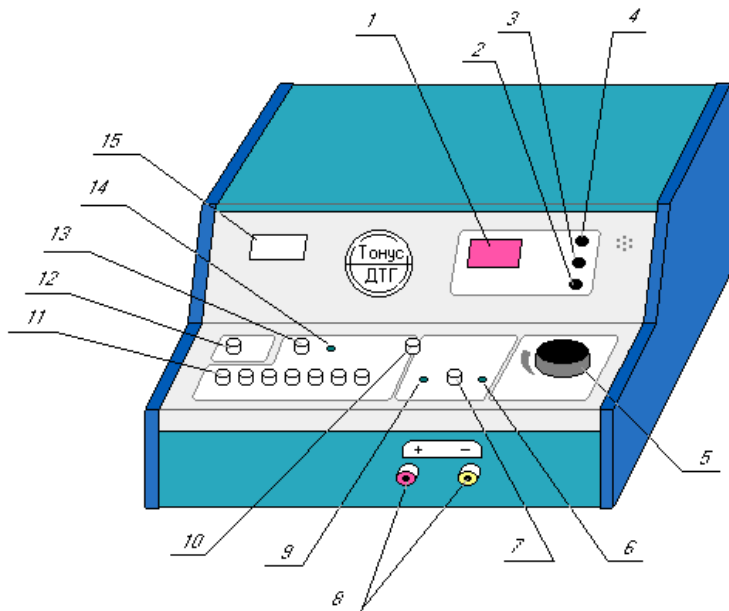

Рисунок 8 - Аппарат для лечения диадинамическими токами и гальванизации «Тонус ДТГ»
- 4.2 На лицевой панели аппарата (рисунок 8) расположены органы управления и контроля:
- 7.6.1 Установить ручку регулятора выходного тока «МОЩНОСТЬ» (рис.8, поз.5) в крайнее левое положение
- 7.6.2 Кнопкой переключений диапазонов тока (рис.8, поз.7) установить требуемый для проведения процедуры рабочий диапазон. При нажатом положении кнопки переключателя ток соответствует 0-50 мА, при отжатом положении - 0-5 мА.
- 7.6.4 Кнопками таймера «УСТАНОВКА +» (рис.8, поз.4) и «УСТАНОВКА -» (рис.8, поз.3) установить заданную врачом продолжительность процедуры.
- 7.6.5 Для начала отсчета времени процедуры нажать кнопку таймера «ПУСК/СТОП» (рис.8, поз.2).
- 7.6.6 Плавным вращением регулятора выходного тока «МОЩНОСТЬ» (рис.8, поз.5) по часовой стрелке установить необходимую величину тока, при этом у пациента под электродами появляется ощущение тепла или покалывания.
- 7.6.7 Окончание выполнения процедуры происходит по нажатию кнопки «ПУСК/СТОП» (рис.8, поз.2) или автоматически по истечению установленного времени. Окончание процедуры сопровождается звуковым сигналом.
- 7.6.8 По окончании процедуры установить регулятор тока «МОЩНОСТЬ» (рис.8, поз.5) в крайнее левое положение.
- 7.6.10 По окончании работы выключить аппарат нажатием кнопки «СЕТЬ» (рис.8, поз.12). Вынуть сетевой шнур из розетки.
7.4 Кнопкой ((рис.8, поз.10) выбрать необходимый режим работы «ДИАДИНАМИЧЕСКИЕ ТОКИ» или «ГАЛЬВАНИЗАЦИЯ». При выборе режима «ДИАДИНАМИЧЕСКИЕ ТОКИ» должен светиться индикатор (рис.8, поз.14), при выборе режима «ГАЛЬВАНИЗАЦИЯ» - один из индикаторов (рис.8, поз.6) или (рис.8, поз.9) .
**ВНИМАНИЕ:** Электронное блокирующее устройство исключает появление тока в цепи пациента при включении аппарата, переключении режимов работы, после прерывания и восстановления сетевого питания, если ручка регулятора выходного тока «МОЩНОСТЬ» установлена не в крайнее левое положение. О срабатывании защиты свидетельствует высвечивание на индикаторе «ТАЙМЕР» (рис.8, поз.1) надписи «Er».
7.5.1 Установить ручку регулятора выходного тока «МОЩНОСТЬ» (рис.8, поз.5) в крайнее левое положение, при этом на индикаторе «ТАЙМЕР» (рис.8, поз.1) высвечивается «00» .
7.5.2 Подключить кабель пациента с электродами к гнездам подключения «+» и «-» (рис.8, поз.8) на передней стенке аппарата. Проследите, чтобы сетевой шнур и кабель пациента не соприкасались между собой.
7.5.3 Установить переключатель полярности (рис.8, поз.13) в заданное врачом положение. При нажатом положении переключателя (рис.8, поз.13) полярность выходного тока соответствует маркировке на выходных гнездах (рис.8, поз.13); при отжатом полярность меняется на противоположную.
7.5.4 Переключателем видов тока (рис.8, поз.11) выбрать необходимый вид тока.
7.5.5 Кнопками таймера «УСТАНОВКА +» (рис.8, поз.4) и «УСТАНОВКА -» (рис.8, поз.3) установить заданную врачом продолжительность процедуры.
7.5.6 Для начала процедуры нажать кнопку таймера «ПУСК/СТОП» (рис.8, поз.2), о начале отсчета времени проведения процедуры свидетельствует мигание точки в нижнем углу индикатора «ТАЙМЕР» (рис.8, поз.1).
7.5.7 Установить необходимое значение выходного тока, плавно поворачивая ручку регулятора выходного тока «МОЩНОСТЬ» (рис.8, поз.5) по часовой стрелке. Воздействие тока на пациента должно быть сильным (ощущение вибрации), но не болезненным.
7.5.9 По истечении установленного времени процедуры подается звуковой сигнал, и автоматически отключается выходное напряжение. Для завершения процедуры до истечения установленного времени необходимо нажать кнопку таймера «ПУСК/СТОП» (рис.8, поз.2).
7.5.10 После окончания процедуры установить ручку регулятора выходного тока «МОЩНОСТЬ» (рис.8, поз.5) в крайнее левое положение, при этом на индикаторе «ТАЙМЕР» высветится «00».
- 7.1 Вставить вилку сетевого шнура в розетку сети. Нажатием кнопки СЕТЬ (рис.8, поз.12) включите аппарат, при этом должен засветиться индикатор «ТАЙМЕР» (рис.8, поз.1). Если на индикаторе «ТАЙМЕР» высвечивается «Er», установить ручку регулятора выходного тока «МОЩНОСТЬ» (рис.8, поз.5) в крайнее левое положение, при этом на индикаторе «ТАЙМЕР» (рис.8, поз.1) должно высветиться «00».